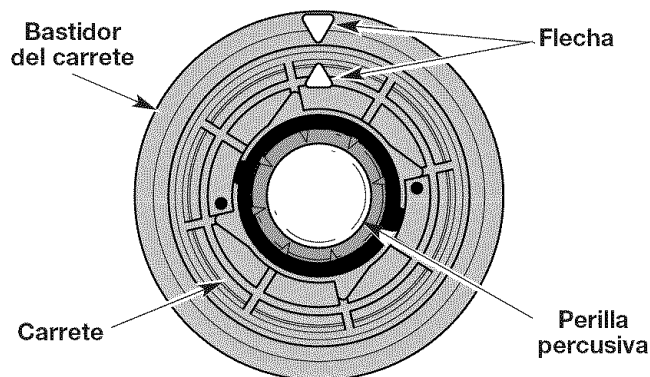

Fig. 14
1. Alinee la flecha del carrete con la flecha del bastidor del carrete (Fig. 14).